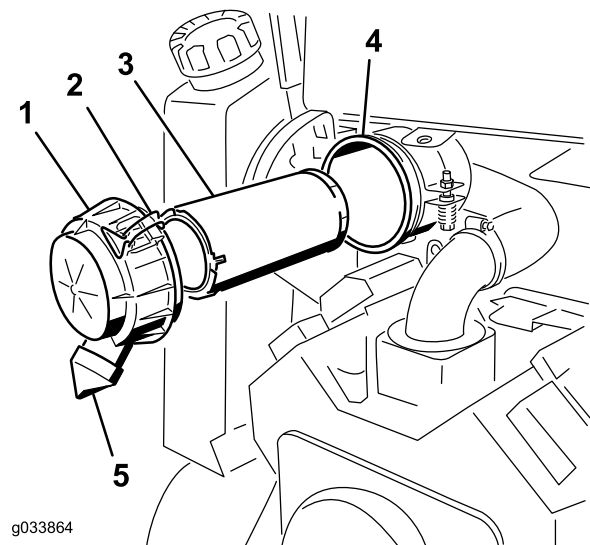

Figura 20
2. Abra los cierres del limpiador de aire y tire de la tapa del limpiador de aire para separarla de la carcasa del limpiador de aire (Figura 20).
6. Extraiga con cuidado el filtro primario del cuerpo del limpiador de aire y deséchelo (Figura 20). Evite golpear el filtro contra el lado de la carcasa.
- Si también va a cambiar el filtro de seguridad, extraígallo con cuidado del cuerpo del limpiador de aire y deséchelo (Figura 20). Evite golpear el filtro contra el lado de la carcasa.
- Si va a cambiar el filtro de seguridad, deslícelo cuidadosamente en el cuerpo del filtro (Figura 20). Asegúrese de que está bien asentado empujando firmemente sobre el borde exterior del filtro mientras lo instala.
- Introduzca con cuidado el filtro primario en el cuerpo del limpiador de aire (Figura 20). Asegúrese de que está bien asentado empujando firmemente sobre el borde exterior del filtro mientras lo instala.
- Instale la tapa y el espaciador y fíjelos con la tuerca de la tapa (Figura 20). Apriete la tuerca a 11 N m (95 pulgadas-libra).
- Instale la tapa del limpiador de aire con la salida de goma hacia abajo, en la posición de las 5 a las 7 (visto desde el extremo) (Figura 20) y sujétela con los cierres.